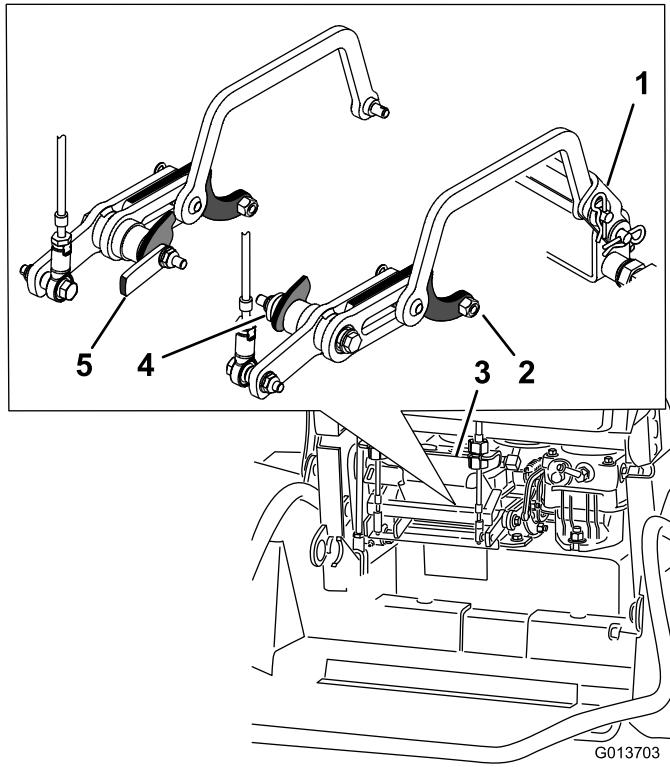

Figure 6
3. Fixez la fourche sur le support avec un boulon (1/4 x 2-3/4"), rondelle, moyeu à épaulement et écrou à embase (1/4 pouce) neufs (Figure 5 et Figure 6). Ne serrez pas à ce stade.
5. En passant par l'arrière du moteur, montez la timonerie de commande sur le support avant à l'aide d'une rondelle plate et d'une goupille fendue (Figure 5 et Figure 6).
Remarque: Veillez à installer les roules à l'intérieur des fourches (Figure 6).